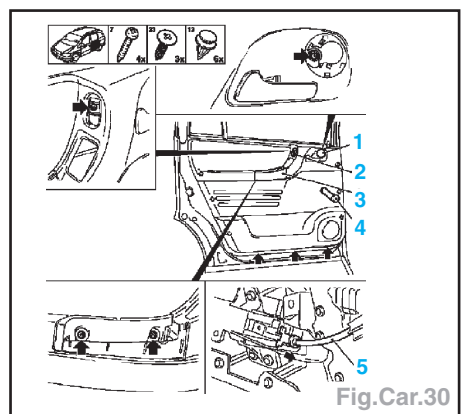

Fig.Car.30
- Déposer la poignée de retenue (3) (Fig.Car.30).